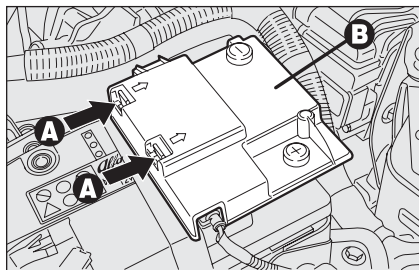

fig. 62
- agire sulle mollette di ritengo **A-fig. 62** e rimuovere il coperchio di protezione **B**;